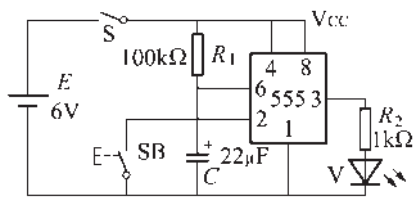
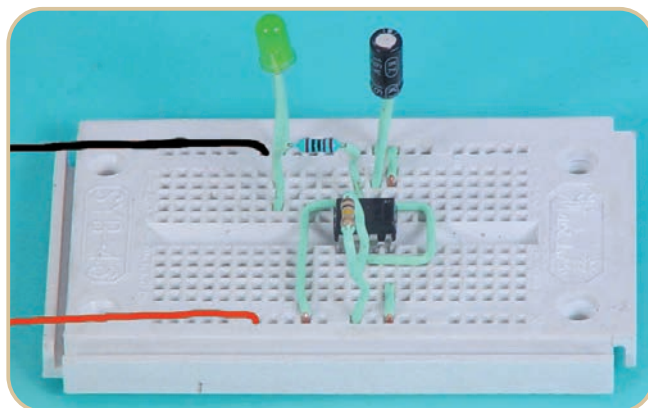

图 3-15
图3-16
(1) 在面包板上按图3-15连接,成品如图3-16所示。
(2) 先接通S,观察发光二极管V亮否。
(3) 按下按钮SB,观察发光二极管V的变化。
(4) 松开按钮SB,再观察发光二极管V的变化。
(5) 将电阻 R_1 改成300 k Ω ,再重复步骤2~4,观察有什么变化。
(6) 将实验结果填入下表。